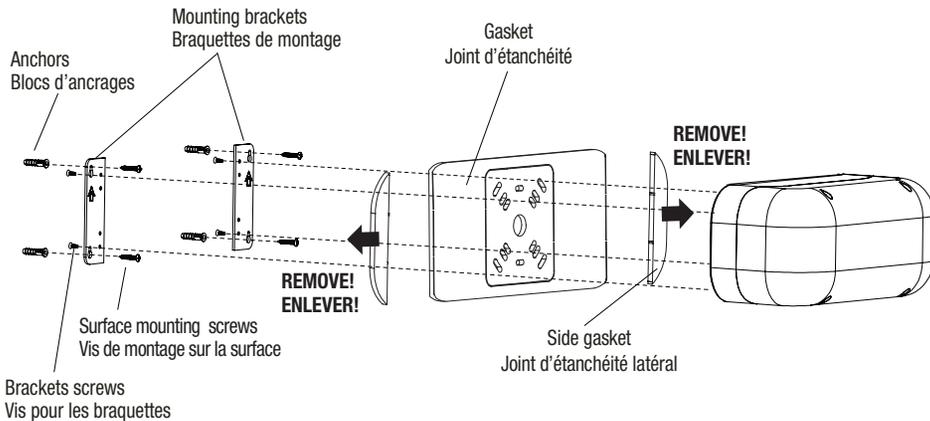

Fig. 2
- 4.b For installation with mounting brackets (Fig. 2) only, break through appropriate central knockout into the back housing. Remove the sides parts of the gasket and paste it on the back of the unit and route wires through the central hole. Mount the brackets on the back housing using the four screws provided in the hardware bag (use screwdriver PH2X). Place the housing on the required surface and use the bracket holes as a drilling template. Drill the four holes and fix the mounting anchors inside each hole.
- 6.b For installation with mounting brackets (Fig. 2) only, mount the fixture on the surface using the two brackets and the four mounting screws provided (use screwdriver PH3X). Tighten the screws enough to compress the gasket to ensure a good sealed joint.
- 4.b Pour installation avec braquettes de montage seulement (Fig. 2), défoncer les orifices prédécoupés appropriés dans le boîtier arrière. Retirer les parties latérales du joint d'étanchéité et collez-le correctement à l'arrière de l'unité et passer les fils électriques par l'orifice central. Monter les braquettes sur le boîtier arrière à l'aide des quatre vis fournies dans le sachet de pièces (Utiliser le tournevis PHx2). Placer le boîtier sur la surface requise et utiliser les trous du support comme gabarit de perçage. Percer les quatre trous et fixer les ancrages de fixation à l'intérieur de chaque trou.
- 6.b Pour installation avec braquettes de montage seulement (Fig. 2), fixer l'unité en place avec l'aide de deux supports et les quatre vis de montage incluses (utiliser le tournevis PHx2). Serrer les vis suffisamment pour comprimer le joint d'étanchéité pour assurer un joint scellé.